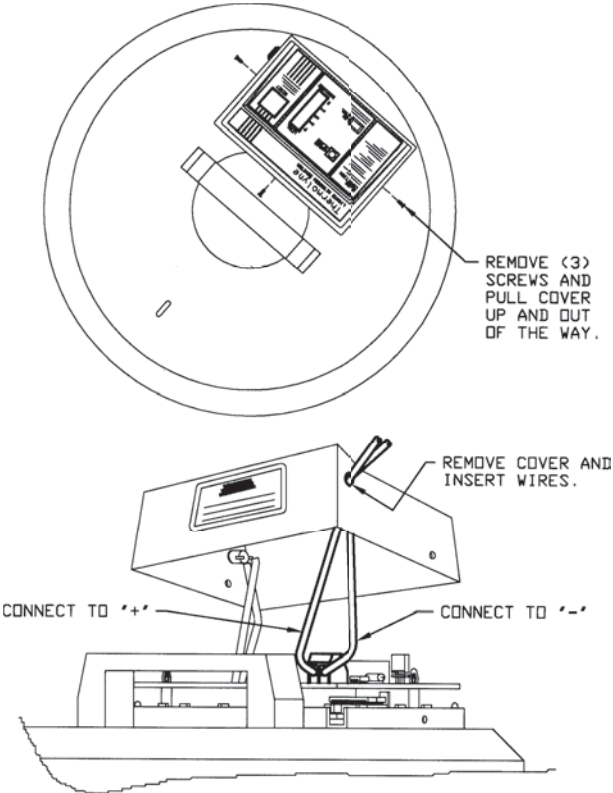

Figure 6-1. Connexion à l'alarme à distance
2. Retirez les trois vis du couvercle de l'indicateur de niveau d'azote liquide. Tirez et soulevez le couvercle et mettez-le de côté (voir la Figure 6-1).
4. Connectez les câbles de l'alarme à distance comme indiqué dans les Figures 6-1, 2 et 3.